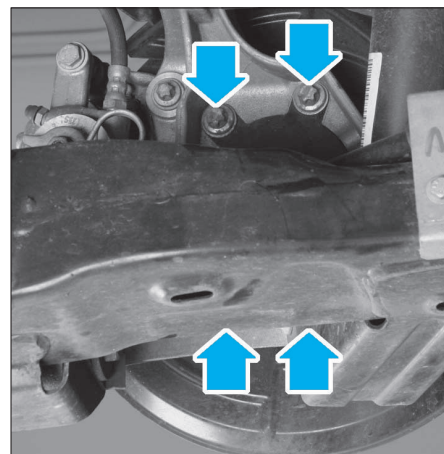

FIG. 21
- Déposer les quatre vis du moyeu (Fig.21).